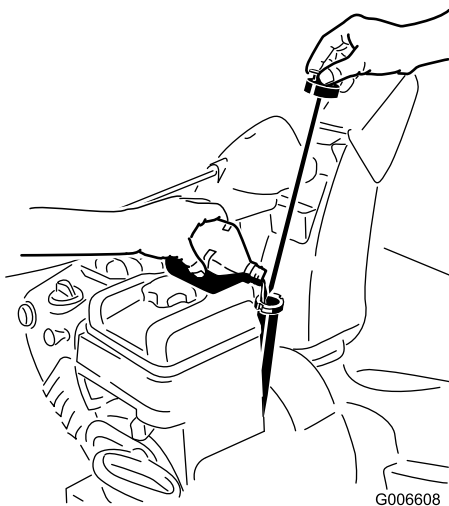

Bild 32
2. Nehmen Sie den Peilstab heraus und prüfen Sie den Ölstand (Bild 32). Füllen Sie Öl nach, wenn der